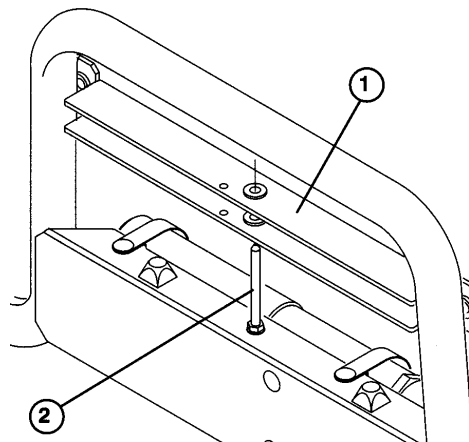

Fig. 23
2. Fjern ladets stiver fra opbevaringstappen ovenpå den bageste kanal på Workman vognen (Fig. 23).